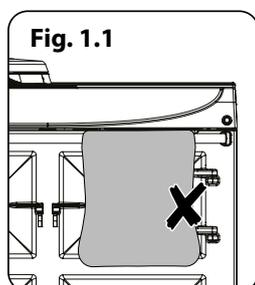

Fig. 1.1
**NE PAS** suspendre les torchons sur le côté droit de la main courante lorsque la plaque à induction est en cours d'utilisation (**Fig. 1.1**). Cela restreindrait le flux d'air à travers la sortie d'air d'admission, ce qui pourrait affecter les performances.